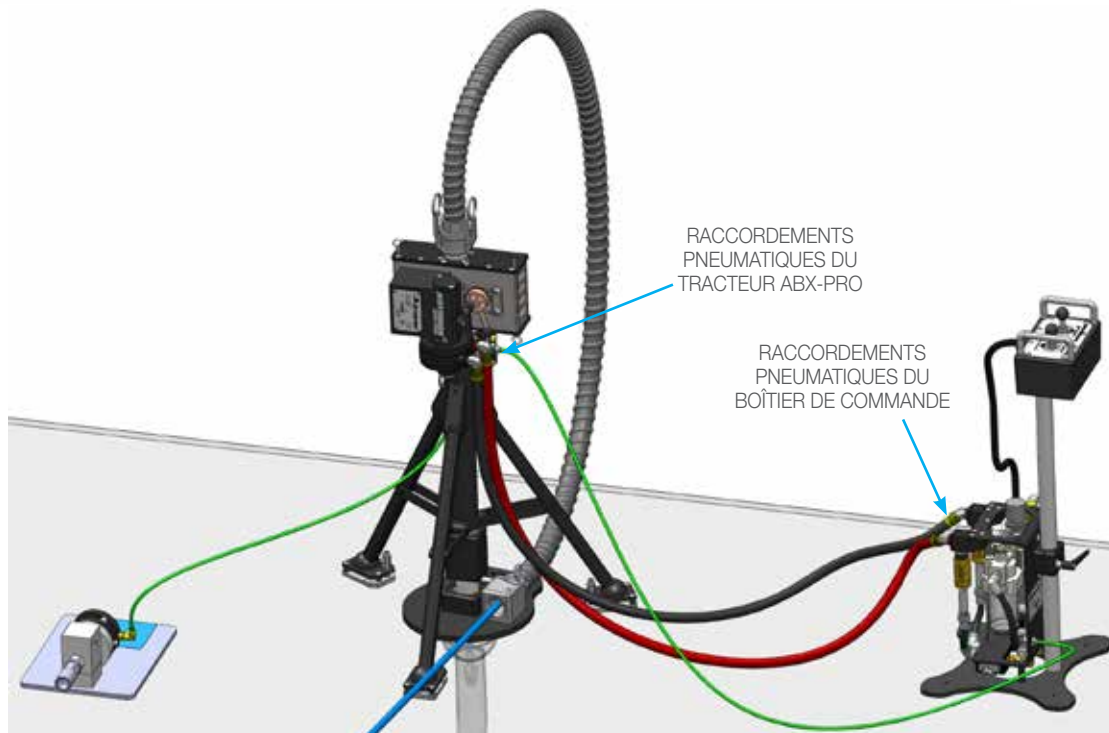

FIGURE 12
14. Raccordez les flexibles noir et rouge de 1/2" d'alimentation pneumatique des raccords sur le boîtier de commande aux raccords du tracteur ABX-PRO. Faites correspondre chaque flexible à la bande de couleur correspondante. **(Figure 12)**